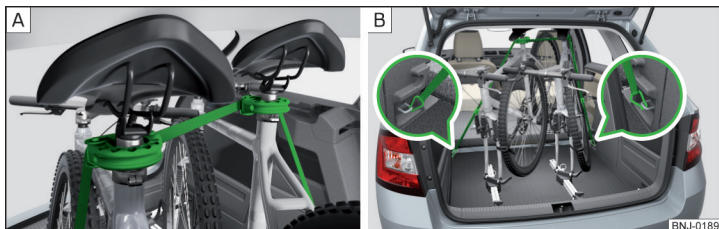

Fig. 122 Asigurarea stabilității bicicletelor cu ajutorul unei curele
- ▶ La transportarea a două biciclete, tensionați cureaua între cele două șei, prin deplasarea prin împingere a unei biciclete față de cealaltă » fig. 122 - [A].
- ▶ Prindeți carabinele de la capetele curelei în inelele de ancorare de jos ale scaunelor spate » fig. 122 - [B].